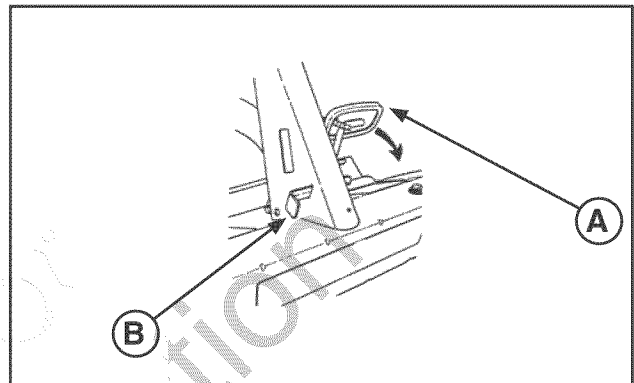

FIGURA 13
1. Para aplicar el freno de estacionamiento, presione el pedal de embrague/freno (**A**, Figura 13) todo el recorrido hacia abajo, deslice el enganche del freno de estacionamiento (**B**) todo el recorrido hacia dentro y suelte el pedal de embrague/freno. Un seguro en el enganche del freno de estacionamiento mantendrá el freno de estacionamiento enganchado.